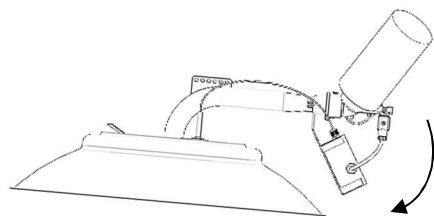

Fig. 7
- Girar el aparato según indica la Fig.7. Es importante que en ningún caso el polvo acumulado en el tubo pueda caer en el interior del cono interior.
- Rotate the appliance as indicated in Fig. 7. It is important to ensure that the built-up of dust inside the tube does not under any circumstances fall inside the inner cone.
- Retournez l'appareil comme indiqué à la Fig. 7. Il est important qu'en aucun cas la poussière accumulée dans le tuyau ne puisse tomber à l'intérieur du cône intérieur.